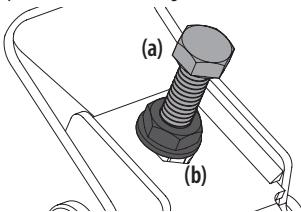

Figura 32
- Ubique los pernos de ajuste (a) del lado izquierdo y derecho de la plataforma. Consulte la Figura 32.
- Afloje pero no extraiga las contratuercas (b) en el perno de ajuste. Ajuste el perno de ajuste derecho o izquierdo arriba o abajo según sea necesario hasta que la altura de un lado a otro sea equivalente. Consulte la Figura 32.
- Cuando se logre el ajuste correcto, vuelva a apretar las contratuercas (b). Ajuste hasta 57 pies-libras (77 N·m). Consulte la Figura 32.